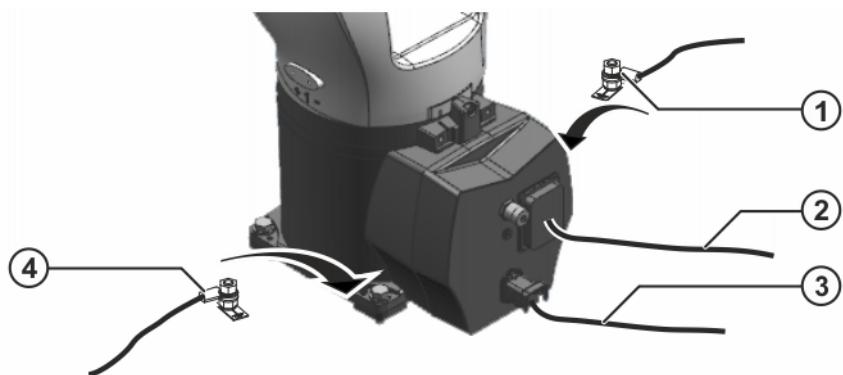

Abb. 8-10: Verbindungsleitungen anschließen
1. Motorleitung X30 und Datenleitung X31 anschließen (>>> Abb. 8-10). Beim Anschließen der Motorleitungsstecker ist darauf zu achten, dass die Stecker an Steuerung und Roboter richtig verriegelt sind. Die richtige Verriegelung wird durch ein hörbares Klicken bestätigt. Optisch wird es dadurch angezeigt, dass die roten Ringe an beiden Verriegelungsknöpfen nicht sichtbar und ganz eingedrückt sind.